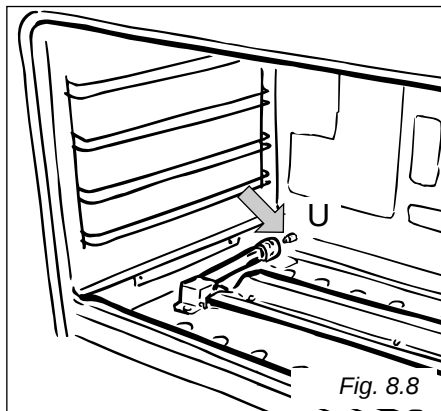

Fig. 8.8
- Avec une clé tube de 10 remplacer l'injecteur U (indiqué par la flèche - fig. 8.8) conformément au "Tableau des injecteurs" et remonter le brûleur en effectuant les opérations en sens inverse.